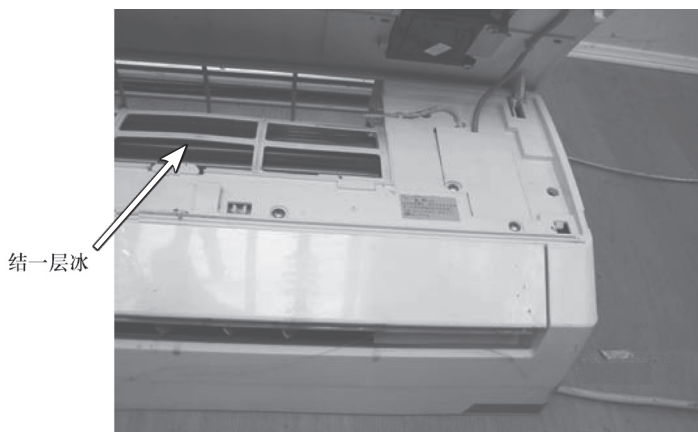

图 7-34 发现结冰
3) 打开室内机进风格栅如图 7-32 所示，观察到过滤网严重脏堵，如图 7-33 所示，蒸发器表面结了厚厚一层冰，如图 7-34 所示，判断室内机漏水由于蒸发器结冰引起。